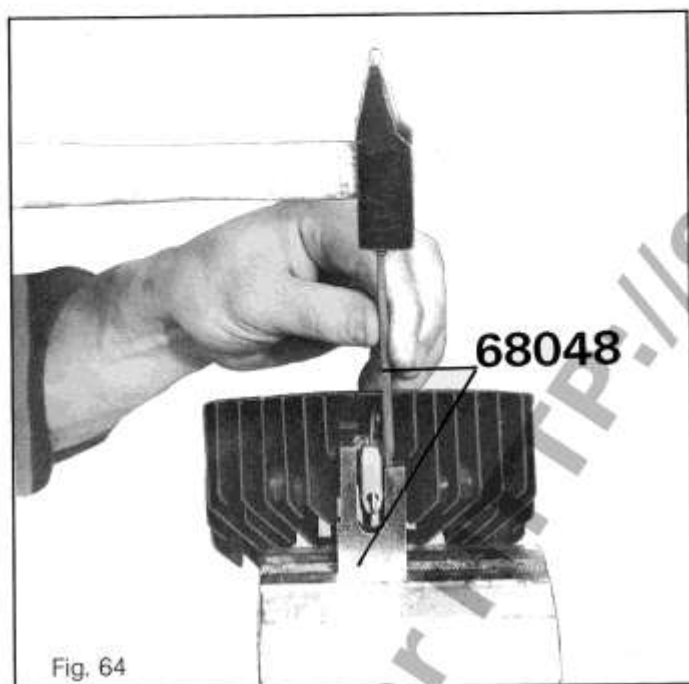

Fig. 64
- Mettre le rivet axe et en écraser soigneusement l'extrémité. En cas de perte de la goupille, la soupape tomberait dans le cylindre, d'où risque d'accident et de détérioration du moteur (*figure 64*).